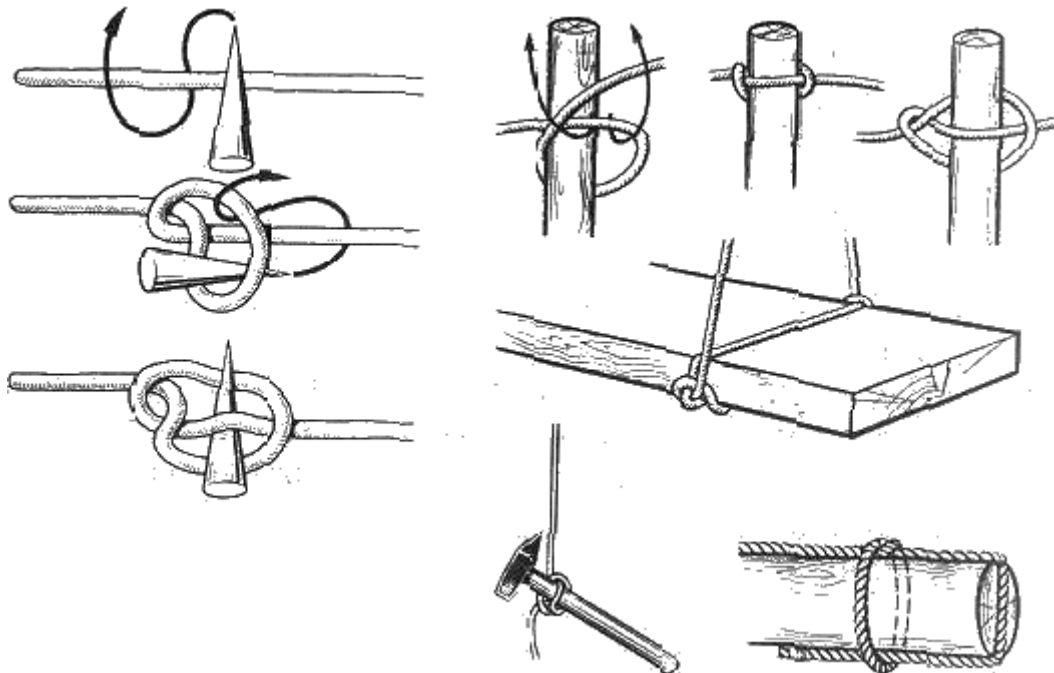

Рис. 110. Сваечный узел
**Сваечный узел** (рис. 110). Применяемый в такелажном деле этот узел получил свое название от слова "свайка", которое обозначает железный или деревянный прямой или немного изогнутый конический гвоздь, используемый для пробивания прядей троса, выравнивания обметываемых вручную люверсов, заделки кренгельсов, а также выполнения других работ с тросами и парусиной. Для тех, кто работает с тросами, сваечный узел имеет очень важное значение. Он применяется при обтягивании линя или шки-мушгара во время наложения клетня или шлагов бензеля, которые закладывают на свайку (или драек) этим узлом.